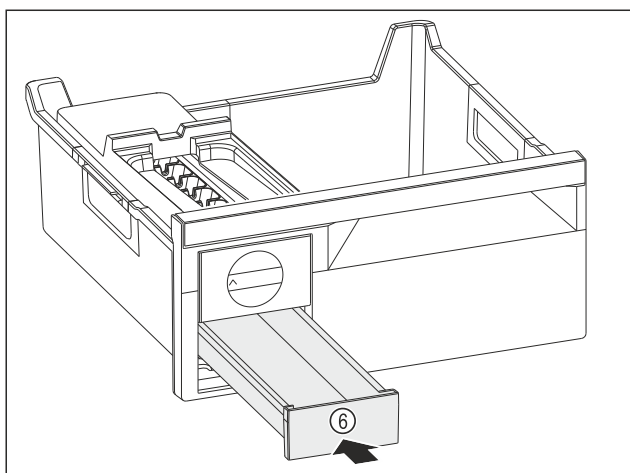

Fig. 188
- Zásuvku na kostky ledu Fig. 188 (6) zasuněte.